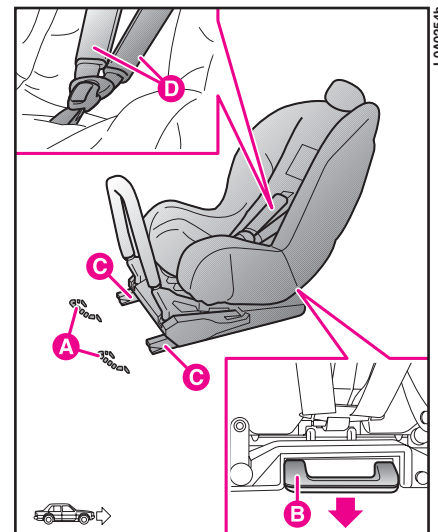

fig. 83
Per i bambini appartenenti a questo gruppo di peso (fino a 13 kg) il seggiolino è rivolto all'indietro ed il bambino è mantenuto dalle cinture **D** (fig. 83) del seggiolino.
- assicurarsi che la leva di sgancio **B** (fig. 83) sia in posizione di riposo (rientrata);
– identificare le staffe di predisposizione **A** (fig. 83) e successivamente posizionare il seggiolino con i dispositivi di aggancio **C** (fig. 83) allineati alle staffe;